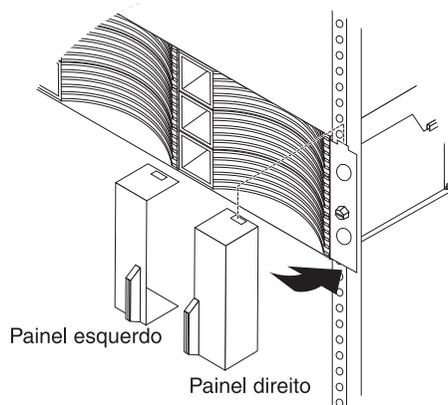

Figura 13. Instalando os painéis
6. Instale os painéis da esquerda e da direita no subsistema de armazenamento ou no gabinete de expansão como é mostrado em Figura 13. Ajuste o slot na parte superior do painel sobre a guia no flange do chassis e gire o painel para baixo até que ele se encaixe no local. Certifique-se de que a superfície interna do painel esteja alinhada com o chassi.